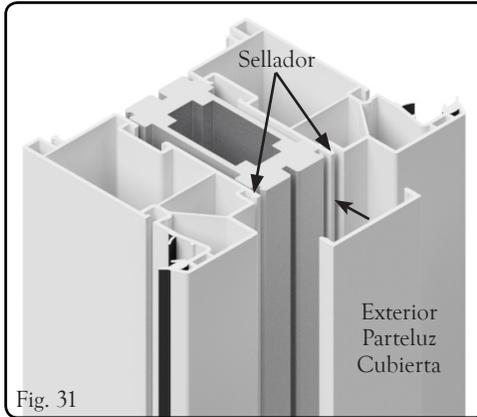

Fig. 31
- Consulte las Fig. 31 y 32. Aplique el sellador a lo largo de toda la ranura auxiliar exterior para ambos bastidores.